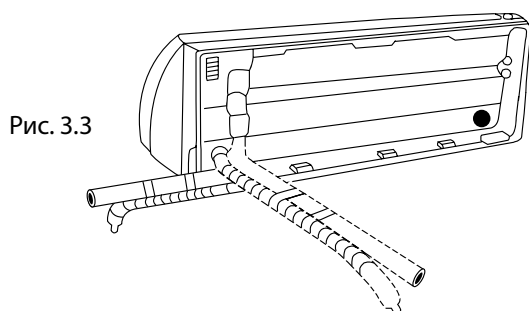

Рис. 3.3
2. Если отверстие в стене расположено за блоком, оставьте съемную панель на месте. Если отверстие в стене расположено сбоку от внутреннего блока, удалите съемную пластмассовую панель с соответствующей стороны блока (см. рис. 3.3). При этом образуется паз, через который трубопровод можно вывести из блока. Если пластмассовую панель не удастся удалить руками, используйте игловидные кусачки.